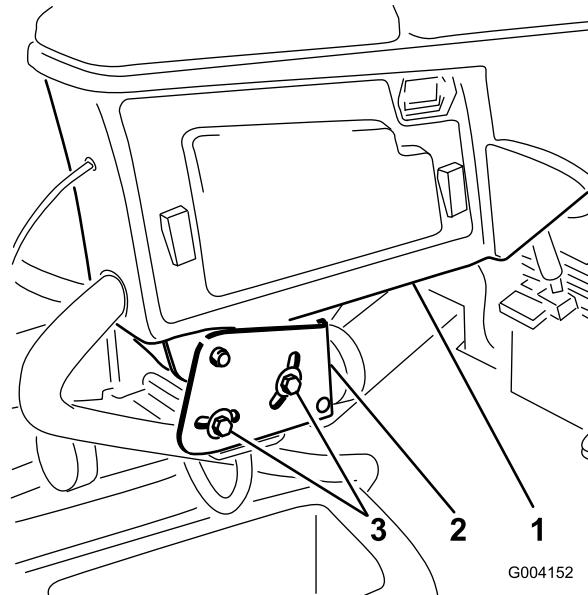

Figura 3
- Allentate i due bulloni che fissano il braccio di comando alla staffa di bloccaggio (Figura 3).